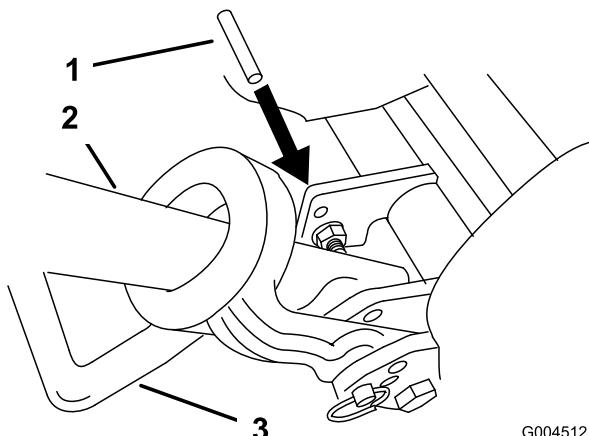

図 4
2. キック・スタンドを立てる。キック・スタンド取り付けボルトの上にあるフレームの穴に、6.4 mm 径のピン（図 4）を差し込む。